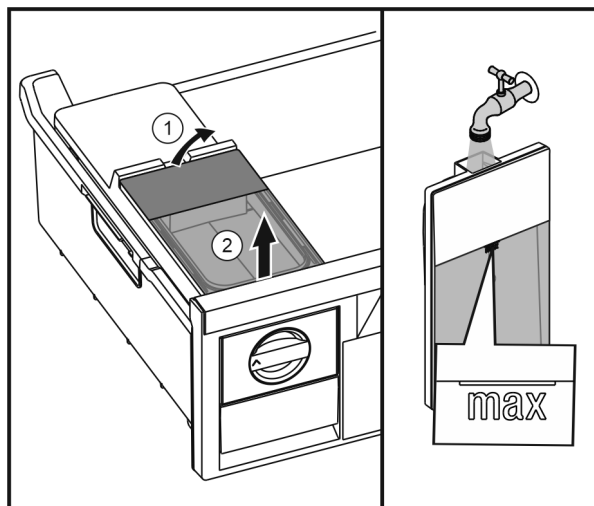

Fig. 16
- ▶ Soulever le réservoir d'eau depuis l'arrière Fig. 16 (1) et l'enlever vers le haut Fig. 16 (2).